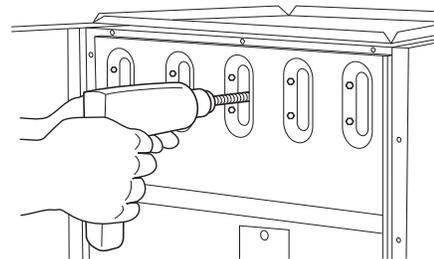

Fig. 50 – Limpieza de la celda del intercambiador de calor
- (2.) Inserte el extremo del cepillo de cable en la abertura de salida de la celda y gírelo lentamente con el taladro. **NO fuerce el cable.** Inserte gradualmente el cable en el paso superior de la celda (consulte la Fig. 50).